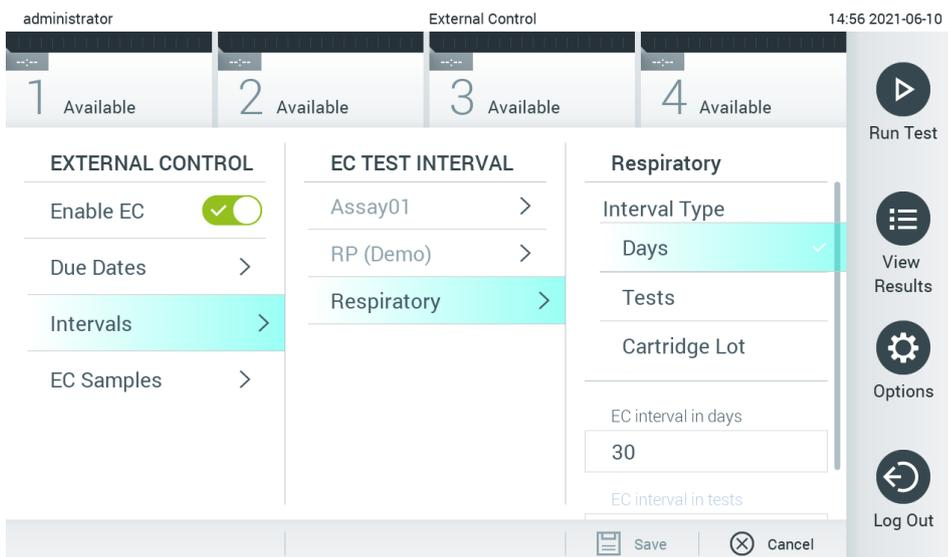

Abbildung 52. Bildschirm External Control (External Controls) mit Intervals (Intervalle).
4. Wählen Sie **Intervals** (Intervalle) und dann einen Assay aus der Liste, um anschließend das Intervall einzustellen. Nach Ablauf des Intervalls wird eine Erinnerung angezeigt, um Benutzer darauf hinzuweisen, dass ein externer Kontrolltest für den ausgewählten Assay durchgeführt werden muss (Abbildung 52).